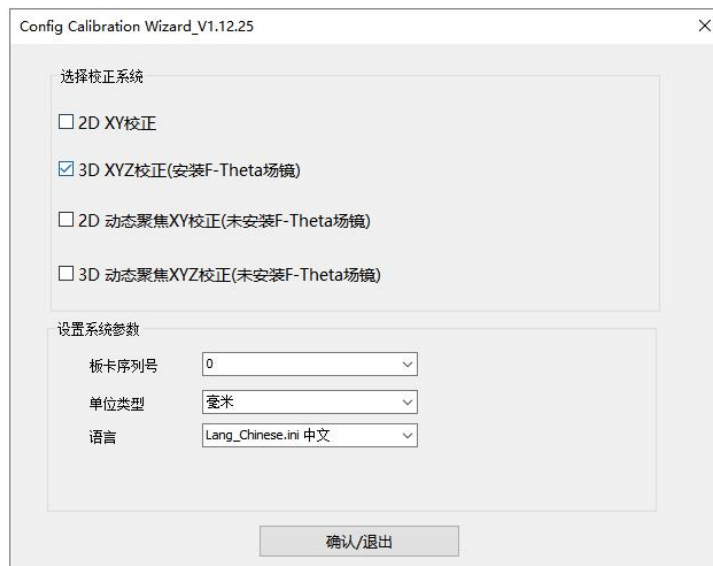

图 1
1. 打开  CalibrationWizard.exe 软件，如图 1 所示